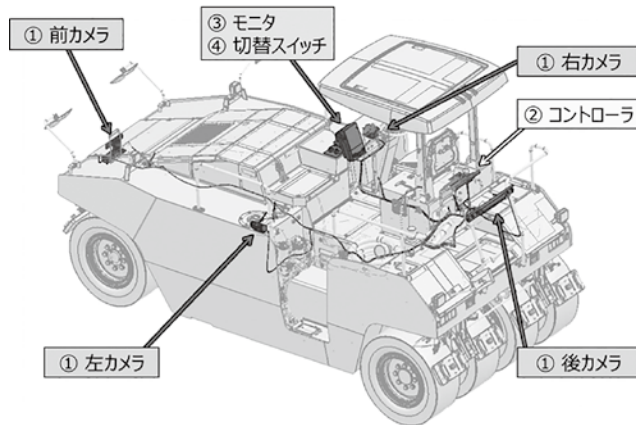

図9 Aerial Angle®の構成
本装置の主な構成を図9に示す。①カメラ（前後左右）は、車両前後左右の映像を撮影する。②コントローラは、カメラの映像を合成し、モニタへ出力する。③モニタは車両形状に合わせて縦置きで搭載しており、7インチの画面全体に映像を表示する。④切替スイッチはモニタ下に配置され、全周囲映像を含め、4種類の映像を切替えて表示する。